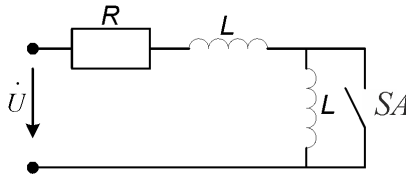

Рис. 3.16
4. В цепи (рис. 3.16) при разомкнутом выключателе сдвиг фаз между напряжением \dot{U} и током \dot{I} составляет $\varphi_1 = 60^\circ$. Найти сдвиг фаз между ними при замкнутом выключателе.